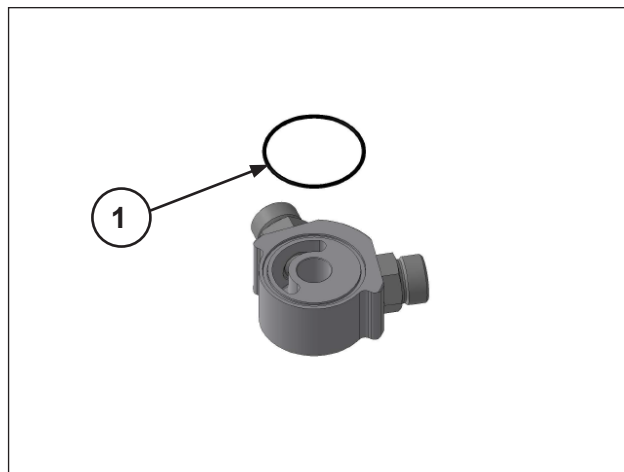

Fig. 129
Montare il gruppo adattatore scambiatore aria olio (pos. ①, Fig. 129) e tarare la vite di fissaggio con chiave dinamometrica come indicato nel paragrafo 3.